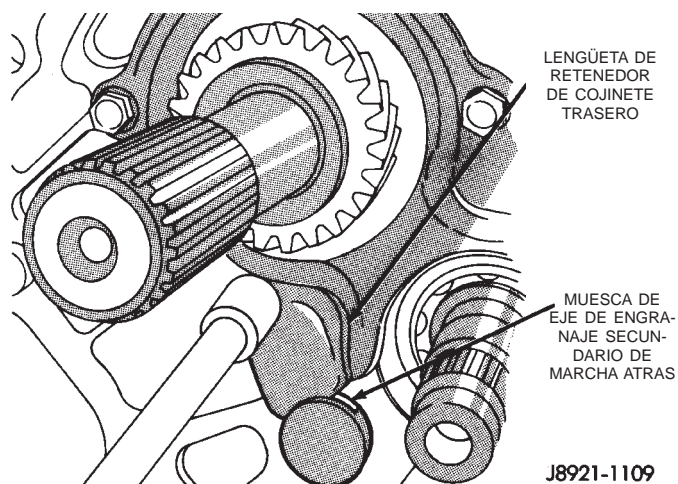

Fig. 93 Instalación del retenedor del cojinete trasero del eje transmisor
(25) Instale pernos nuevos para fijar el retenedor en la placa intermedia (Fig. 93).